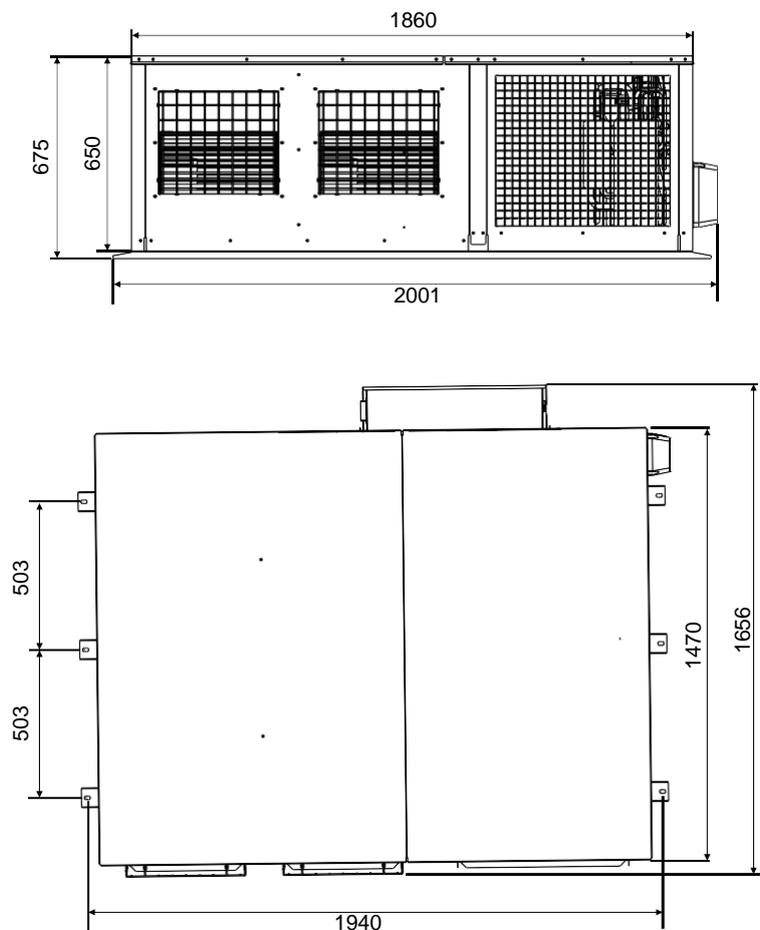

Fig. 3-2 Dimensiones de la unidad exterior
2. La Fig. 3-2 es aplicable a los modelos de MVH-H224C/DGN1